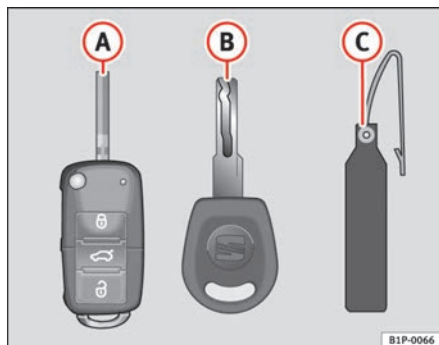

Fig. 63 Juego de llaves
- una llave con mando a distancia ⇒ fig. 63 (A) con espadín desplegable,
- una llave sin mando, (B),
- un llavero de plástico (C) con el número de la llave.
Sólo es posible hacer duplicados con el número de la llave del llavero de plástico ⇒ fig. 63 (B). Por este motivo:
- Utilice las dos llaves que se entregan con el vehículo ⇒ página 103, fig. 63, la llave provista de emisor de radiofrecuencia  y la llave convencional .